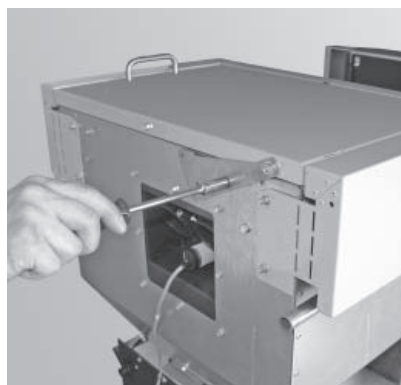

Fig. 53 Avvitare un dado sulla sicurezza del coperchio. Non stringere troppo, la sicurezza deve essere mobile!
- Avvitare un dado sulla sicurezza del coperchio – Fig. 53.